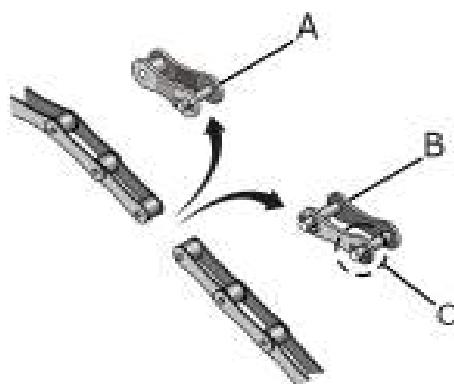

fig. 26
As correntes de transmissão saem de fábrica pré-ajustadas de acordo com a distância entre eixos das rodas dentadas. Eventualmente se for necessário alguma manutenção ou reparo de emendas (B) (fig. 26) ou reduções (A), retire o contrapino (C), fazendo a retirada do número de emendas, reduções ou elos avulsos.